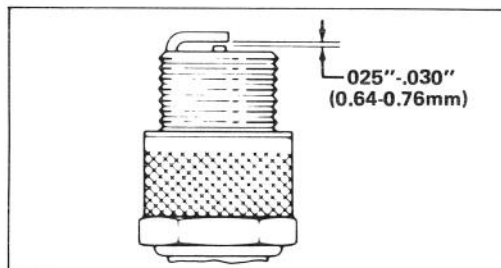

Abbildung 29
AUSWECHSELN DER ZÜNDKERZE (Abb. 29)
3. Den Elektrodenabstand der neuen Zündkerze auf 0,64-0,76 mm einstellen (Abb. 29). Dann die neue Kerze in den Zylinderkopf einschrauben und auf 20,4 N.m anziehen. Wird kein Drehmomentschlüssel verwendet, die Kerze fest anziehen.